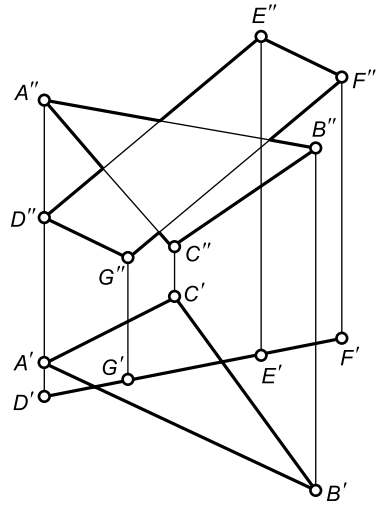

Рис. 16
2.18. Построить проекции линии пересечения плоскости, ограниченной треугольником ABC (рис. 16), и плоскости, ограниченной параллелограммом $DEFG$, соблюдая условия видимости.